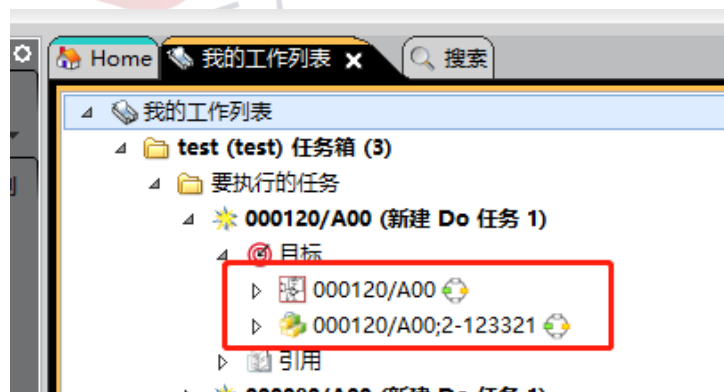

图 6
6.流程发起后，可以看到，已经将 ItemRevision 带入流程目标（如图 6）。